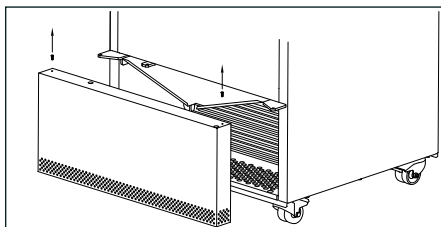
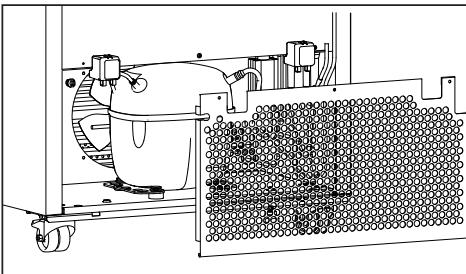

Abb. 9
Abb. 11
2. Entfernen Sie die Blende unter der Tür durch lösen der beiden Schrauben. Verwenden Sie einen 2 mm Inbusschlüssel. Siehe Abb. 9
Das Lüftungsgitter, der Kondensator, der Kompressor und das Kompressorfach muss auch frei von Staub und Schmutz sein. Reinigen Sie es mit einem Staubsauger regelmäßig. Entfernen Sie die untere Blende unter der Tür durch Lösen der beiden Schrauben (siehe Abb. 9) Wiederholen Sie den Vorgang auf der Rückseite (siehe Abb. 11)